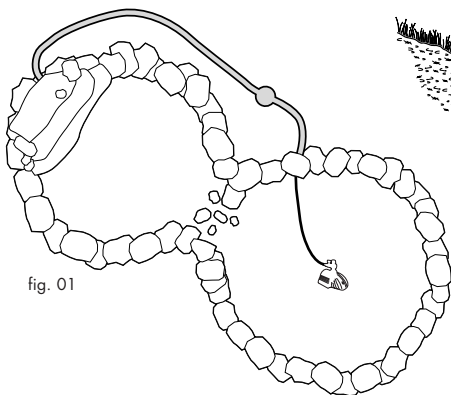

fig. 01
01. Vous devrez creuser un canal de 15 cm à 20 cm (6 po à 8 po) de profondeur longeant l'extérieur de la cascade et reliant ainsi le bassin inférieur et supérieur. Cette gouttière permet d'enfouir et de cacher la tuyauterie une fois qu'elle est raccordée. Il sera également nécessaire de creuser un trou pour ensevelir partiellement le bio-filtre en position verticale et de niveau (fig. 01).